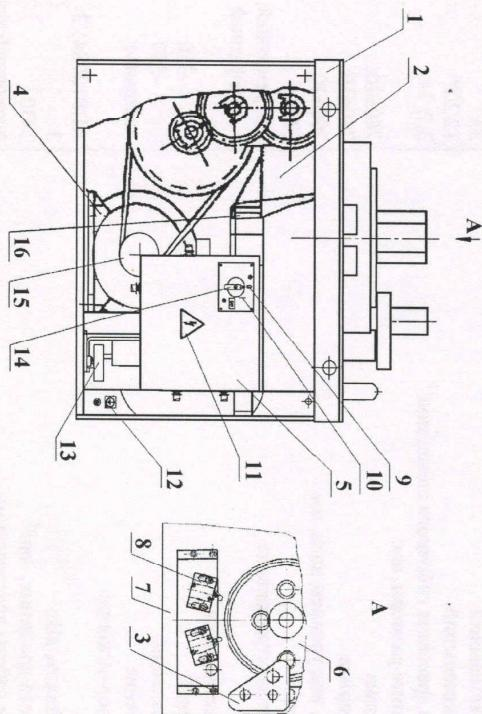

Рис. 1 Общий вид станка
3.1 Общий вид машины с обозначением составных частей и органов управления показан на рис. 1.
Позиция на рис. 1.	Наименование органа управления